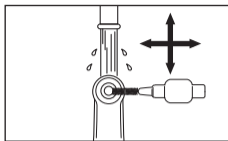

Fig. 13
- 2 Nettoyez autour de l'orifice d'insertion de la fraise pendant 15 secondes ou plus avec une brosse interdentaire (épaisseur de fil de 0,7 mm) conforme à la taille 4 selon la norme ISO 16409. (Fig. 13)